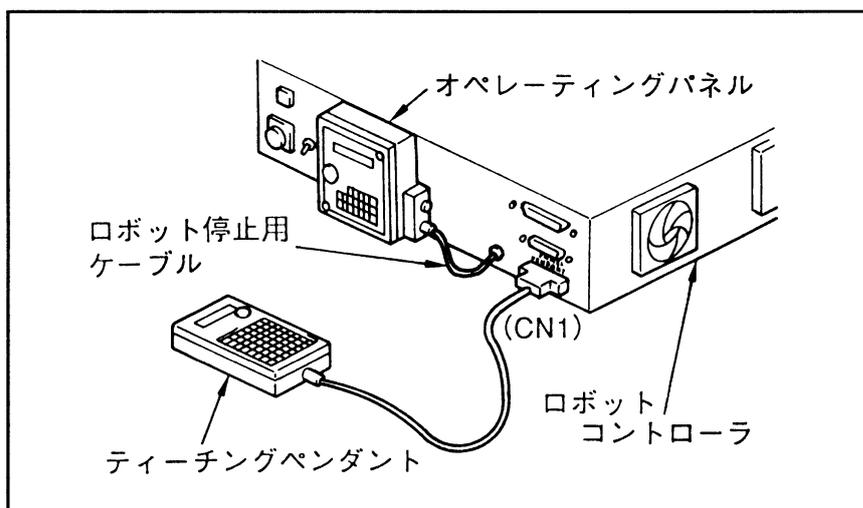

図4-1 ティーチングペンダントの接続
- ① ロボットコントローラの電源が切れていることを確認してください。(ON状態の場合は、OFFにしてください。)
- ② 図4-1に示すようにロボットコントローラの「PANEL PENDANT」コネクタ (CN1) に接続してあるオペレーティングパネルの通信用ケーブルをはずし、ティーチングペンダントのケーブルを接続してください。